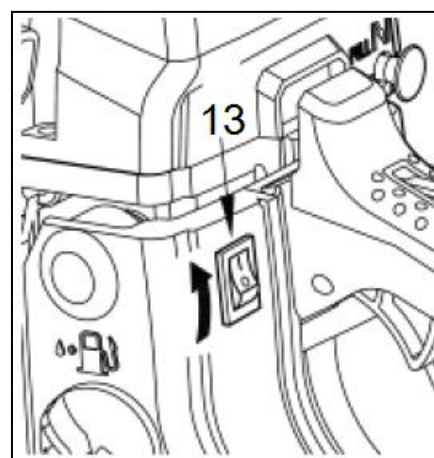

Рис. 14
2. Установите переключатель зажигания 13 в положение ВКЛ (см. Рис.14).